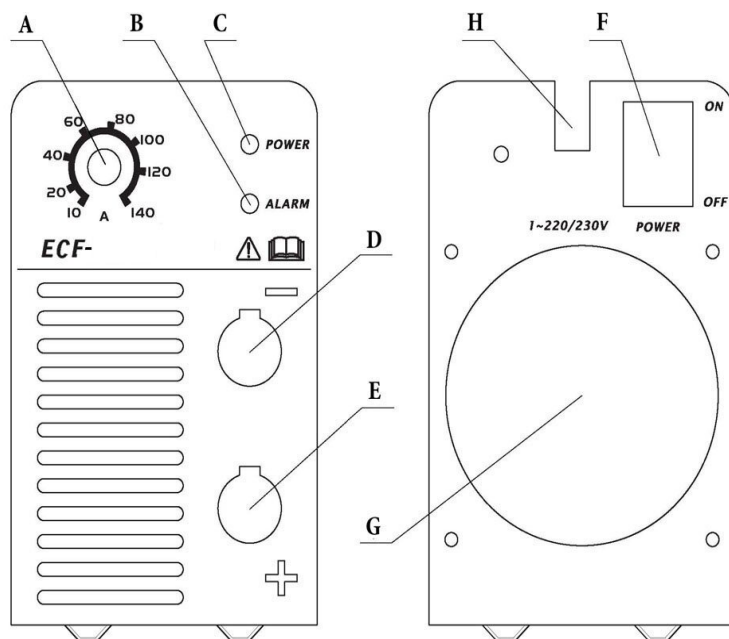

Fig. 1
Neste caso (visor do bloco B fig. 1 aceso) e necessário esperar alguns minutos para ter a restituição do aparelho.
- Certificar-se que o interruptor F (fig.1) esteja na posição OFF ou que a ficha do cabo de alimentação não esteja na tomada de alimentação, depois ligar os cabos de soldadura respeitando a polaridade exigida pelo construtor dos eléctrodos que sejam utilizados.
- Acender a maquina F (fig. 1).
- Ligar o conectivo do cabo de massa ao polo positivo (+) E (fig. 1) do soldador e o grampo a peça no ponto mais perto possível a soldadura certificando-se que haja um bom contacto eléctrico.
- Ligar o conectivo da tocha ao polo negativo (-) D (fig. 1) do soldador.
- Acender a maquina mediante o interruptor F (fig. 1).